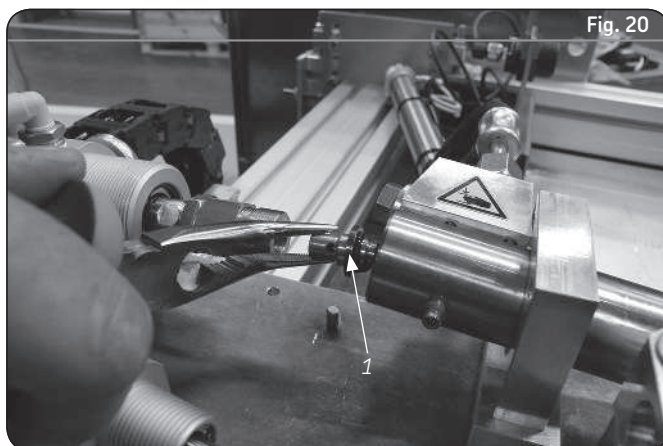

Fig. 20
- Retire el tope de dosificación (→ **1 fig. 20**) con una pinza.